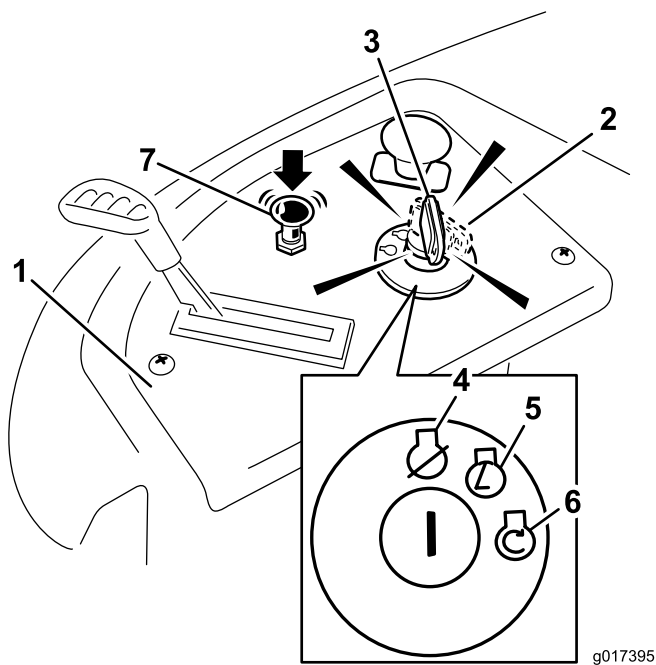

Figure 15
4. Tournez la clé de contact en position de démarrage pour activer le démarreur. Relâchez la clé quand le moteur démarre (Figure 15).
- Lorsque le moteur démarre, appuyez sur la commande de starter (Figure 15). Si le moteur cale ou hésite, tirez la commande de starter et faites tourner le moteur quelques secondes. Appuyez ensuite sur la commande de starter. Répétez l'opération si nécessaire.
3. Tournez la clé de contact à la position contact coupé (Figure 15) et enlevez-la.